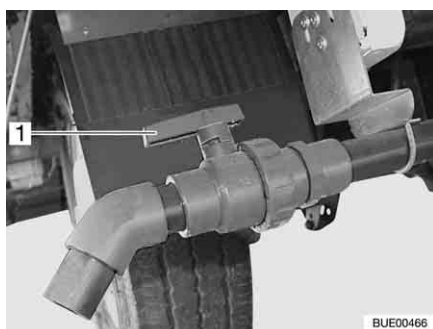

Fig. 246 Llave de desagüe
- Girar el tirador (Fig. 246,1) de la llave de desagüe a la posición en dirección de la circulación.